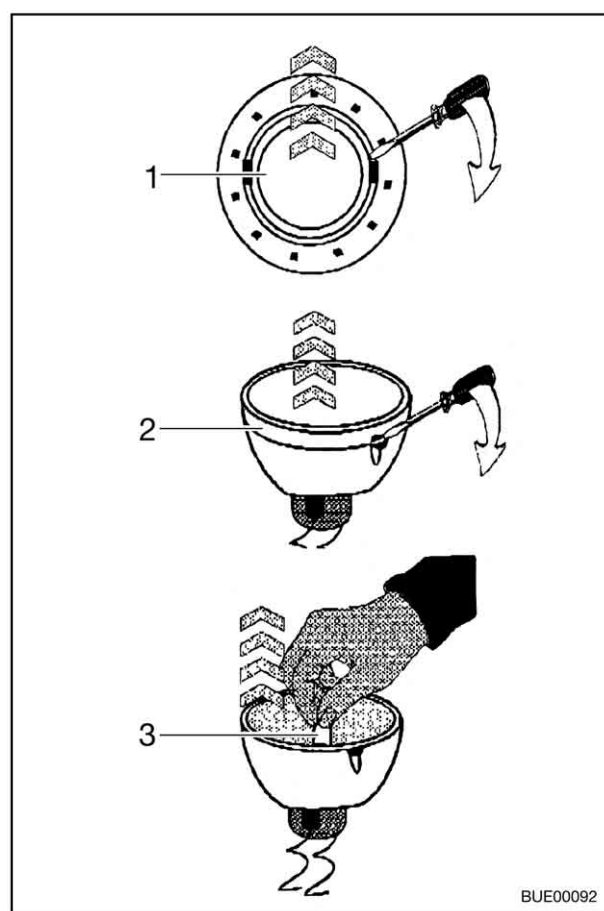

Fig. 187 Changement de l'ampoule halogène
- Desserrer la bague intérieure (Fig. 187,1) du boîtier avec un tournevis.
- Défaire la bague avec le panneau en verre (Fig. 187,2) de la partie inférieure du spot halogène à l'aide d'un tournevis.
- Retirer l'ampoule halogène (Fig. 187,3).